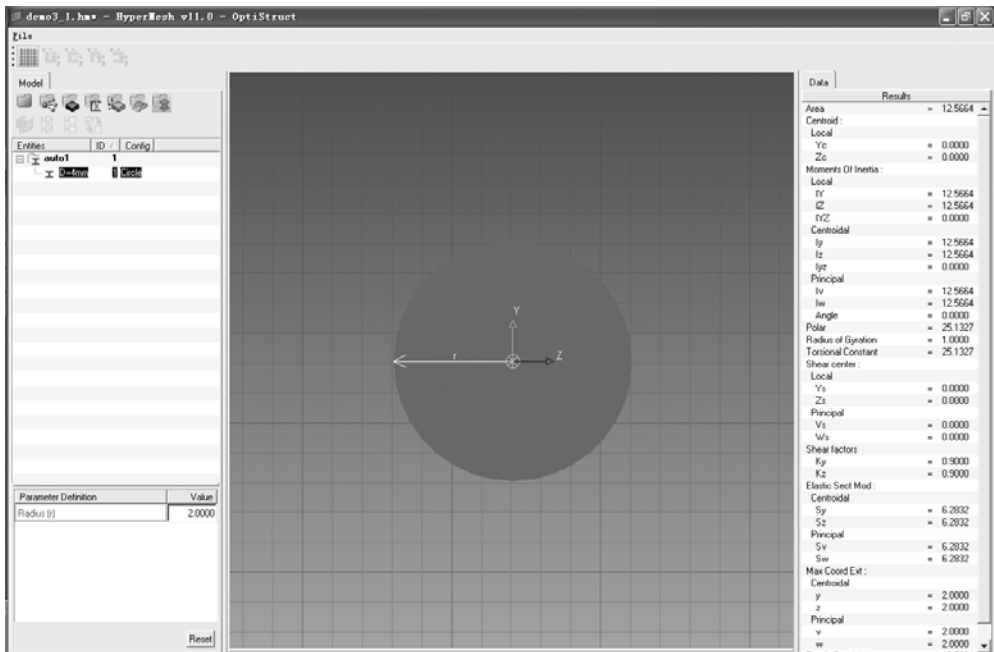

图 7-81 Rename
(3) 右键单击左上角 auto_standardsection.1，选择 Rename，输入 D=4mm，如图 7-81 所示。